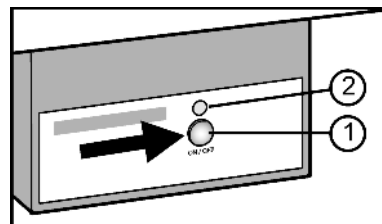

Fig. 29
- Premere il tasto On/Off Fig. 29 (1) finché si illumina il LED Fig. 29 (2).